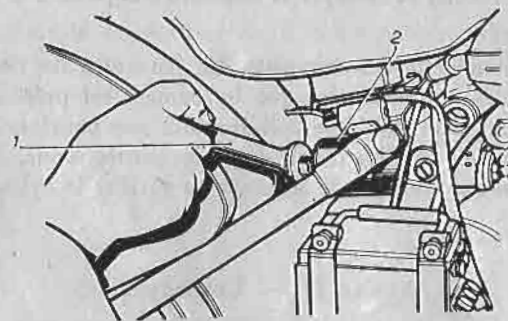

FIG. 7. — Réglage de la suspension de la selle
20. RÉGLAGE DE LA SELLE (fig. 7).